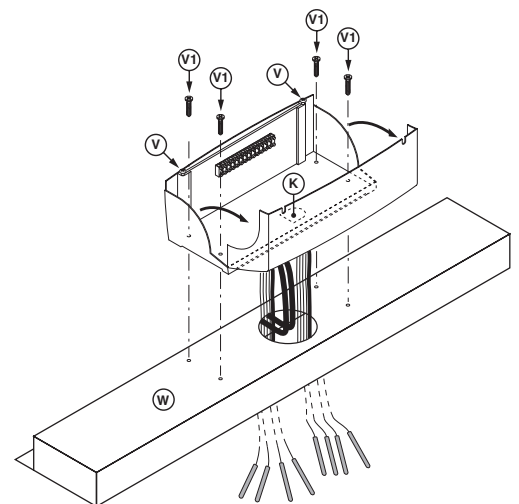

Fig. 12.2-2
- appoggiare il quadro di comando alla piastra W e, utilizzando le viti V1 in dotazione, montarlo al pannello W (vedere fig. 12.2-2)